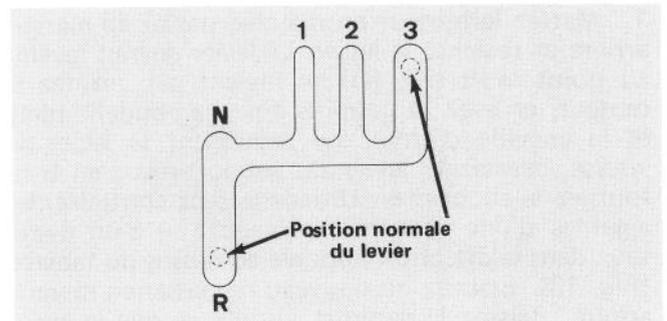
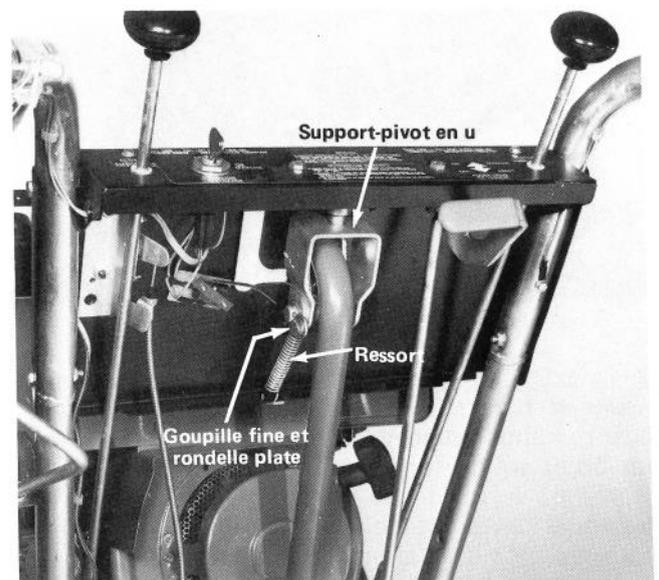

Figure 12
Figure 13
1. Mettez le levier de vitesse en "troisième" et vérifiez la position du levier (Fig. 12). Le levier devrait être en position normale (Fig. 12). Placez le levier en position de "marche arrière" et relâchez le levier. Le levier devrait revenir librement au point mort (position N). S'il ne revient pas à cette position, passez à l'étape 2 et réglez le support-pivot en U qui retient le levier de vitesse (Fig. 13).
2. Passez en "première", puis enlevez la goupille fine, la rondelle plate et la cheville d'étrier qui retiennent le levier de vitesse en place (Fig. 13). Ensuite, écartez du support en U le levier de vitesse et faites tourner le support-pivot d'un tour complet (Fig. 13). Réinstallez alors le levier de vitesse.
Remarque: Tournez le support en U dans le sens des aiguilles de la montre — à droite — pour abaisser le levier de commande des roues et en sens inverse — à gauche — pour relever le levier (Fig. 13).
1. Mettez le moteur en marche, passez en marche arrière et relâchez le levier. Le levier devrait revenir au point mort (N). S'il ne revient pas, arrêtez le moteur, enlevez la goupille fine, la rondelle plate et la cheville d'étrier qui retiennent la levier de vitesse, écarterz le levier du support-pivot en U et tournez le support en U dans le sens contraire des aiguilles d'une montre — à gauche — d'un demi-tour dans la direction opposée au dessus du tableau (Fig. 13). Essayez de nouveau de passer en marche arrière. Baissez le support jusqu'à ce que le levier de vitesse revienne au point mort (N) (Fig. 14).